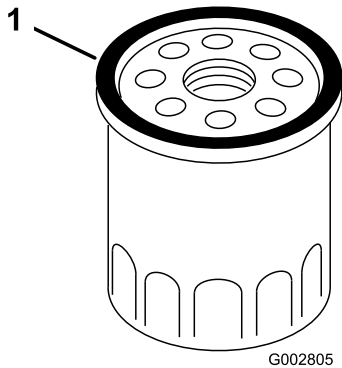

Figure 26
7. Avec les doigts, appliquez de l'huile sur le joint du filtre neuf (Figure 26).